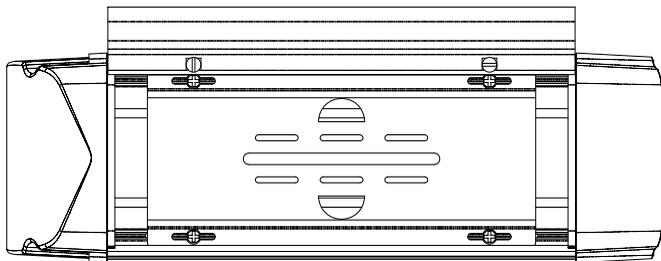

图 2-3 固定板安装图（以右侧翻盖护罩为例）
2. 将摄像机模块整体放入护罩内的指定安装位上，拧紧四颗自攻螺钉并确认安装紧固。摄像机固定板安装方法如下图 2-3 所示：